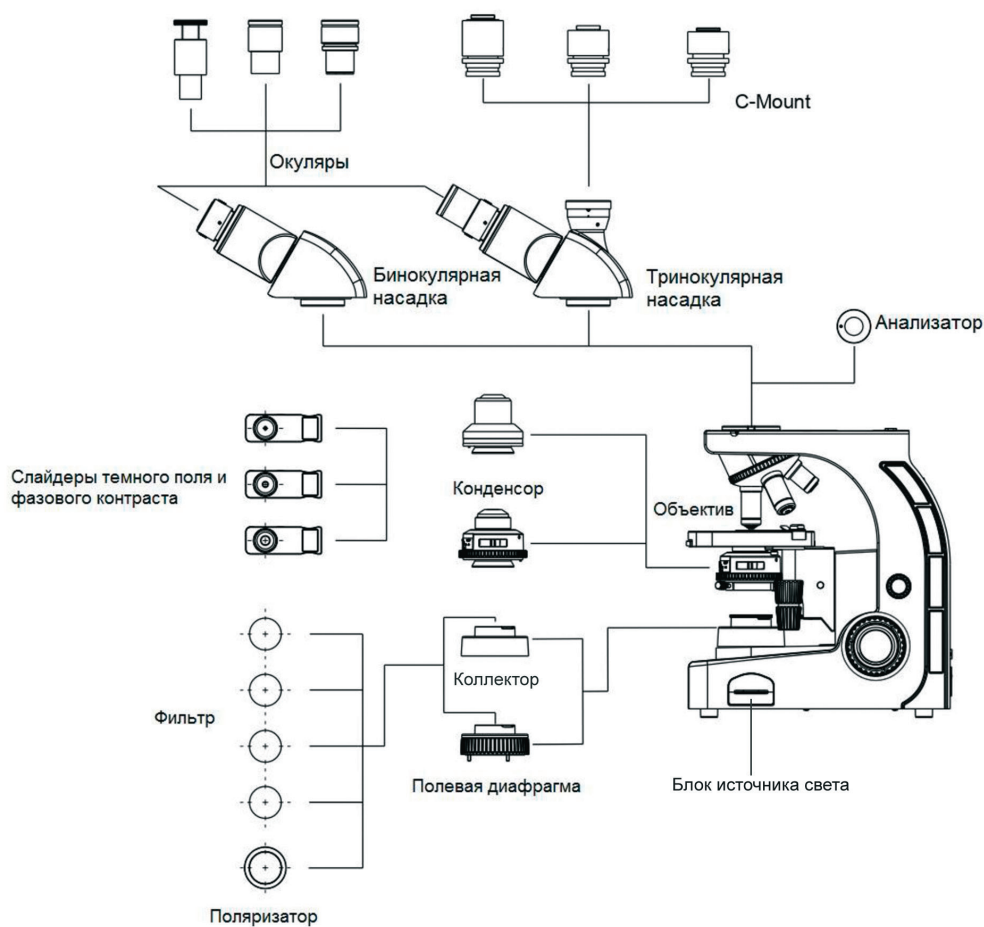

Рис. 6. Схема сборки микроскопа с установкой всех комплектующих.
Питание осветителя осуществляется от сетевого адаптера, подключаемого к разъему на задней панели микроскопа 2 (рис. 6) и к сети переменного тока напряжением (220 ± 22) В, частотой 50/60 Гц.
- Состав микроскопа и расположение его составных частей показано на рис. 6.